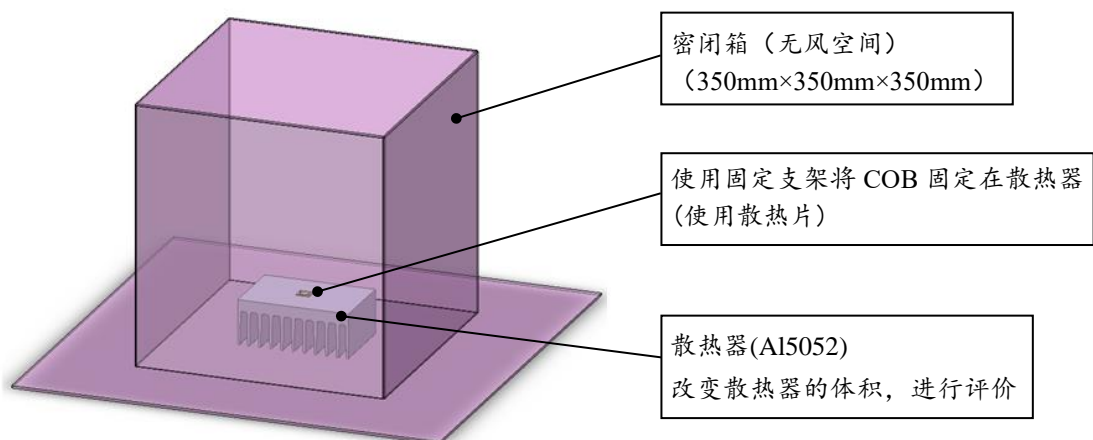

图 1. 评价环境
- 评价环境 ··· 在图 1 所示的环境中进行评价。
在如图 1 的环境中，使用定电流驱动 COB，在达到热饱和后测量 T_C ，并计算出 T_J 。